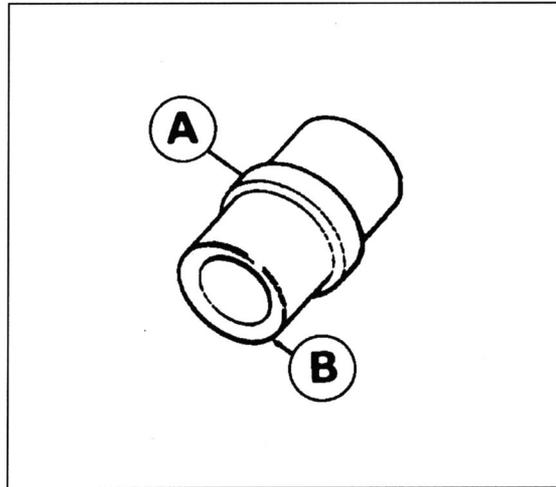
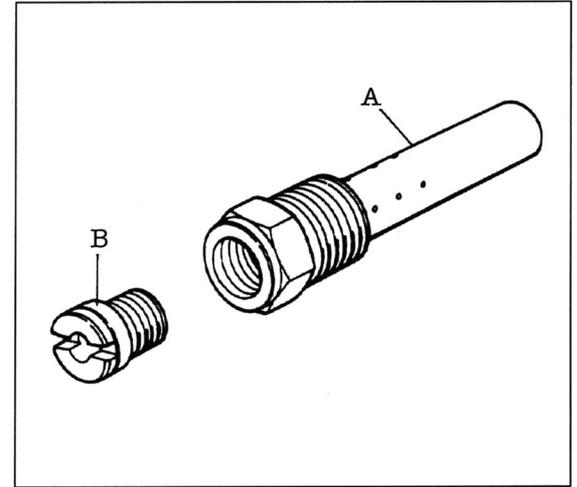

Bild 107 ▶
Bild 108
- Nadeldüse «A» Bild 106 mit kleinerem Durchmesser «B» zum Vergasergehäuse weisend einsetzen und mit Mischrohr «A» Bild 107 befestigen.
- Hauptdüse «B» Bild 107 und Leerlaufdüse ① Bild 108 eindrehen.